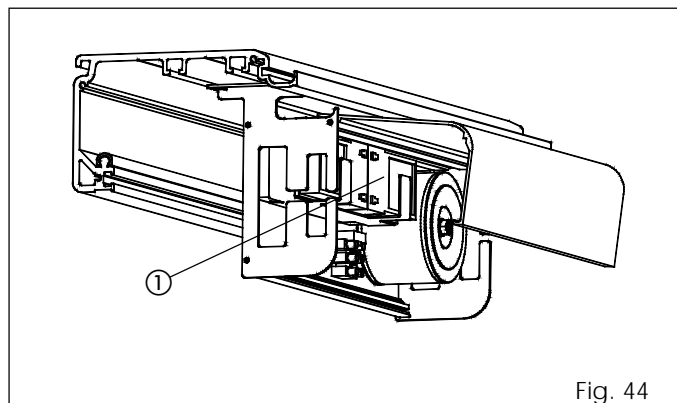

Fig. 44
En cas de portes à deux moteurs, loger les batteries tampon à l'intérieur du boîtier du transformateur (fig. 44 réf. ①).